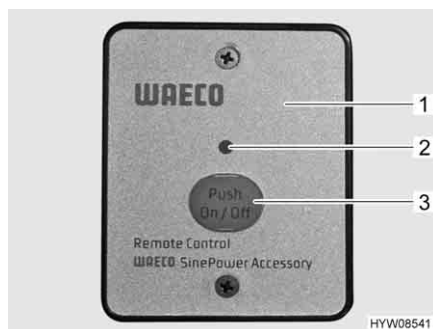

Fig. 111 Interruttore esterno (invertitore)
- Premere il tasto "On/Off" (Fig. 111,3). Il LED (Fig. 111,2) si accende.
- Premere il tasto "On/Off" (Fig. 111,3). Il LED (Fig. 111,2) si spegne.